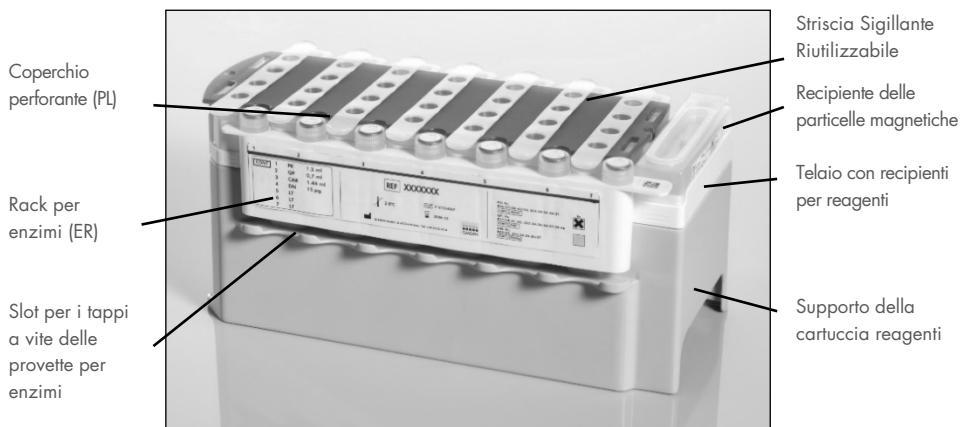

Figura 2. Cartuccia reagenti QIASymphony. La cartuccia reagenti (RC) contiene tutti i reagenti necessari per l'esecuzione del protocollo.
I reagenti per la purificazione del DNA sono contenuti in un'innovativa cartuccia reagenti (RC) (Figura 2, pag. 19). Ciascun recipiente della cartuccia reagenti (RC) contiene un particolare reagente, vale a dire particelle magnetiche, tampone di lisi, tampone di lavaggio oppure tampone di eluizione. Le cartucce reagenti (RC) utilizzate solo parzialmente possono essere richiuse con le strisce sigillanti riutilizzabili (Reuse Seal Strips, RSS) per consentirne un riutilizzo ed evitare la produzione di scarti a causa dei reagenti rimasti al termine della procedura di purificazione.
Prima di iniziare la procedura, assicurarsi che le particelle magnetiche siano completamente risospese. Rimuovere il recipiente delle particelle magnetiche dal telaio della cartuccia reagenti, agitarlo vigorosamente su vortex per almeno 3 minuti e riposizionarlo nel telaio della cartuccia reagenti prima dell'uso. Collocare la cartuccia reagenti (RC) sul supporto della cartuccia reagenti. Collocare il rack per enzimi (ER) sul supporto della cartuccia reagenti. Prima di utilizzare una cartuccia reagenti (RC) per la prima volta, posizionare il coperchio perforante (PL) sulla cartuccia reagenti (RC) (Figura 2).
Dopo aver aperto il recipiente delle particelle magnetiche e le provette del rack per enzimi (i tappi a vite possono essere conservati nelle apposite aperture, vedere Figura 2), si procede caricando la cartuccia reagenti (RC) nel cassetto "Reagents and Consumables" (Reagenti e materiali di consumo).